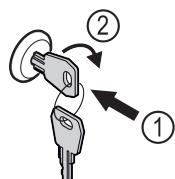

Fig. 162 Примерно изображение
- Пъхнете ключа Fig. 162 (1).
- Завъртете го на 90° по посока на часовниковата стрелка Fig. 162 (2).